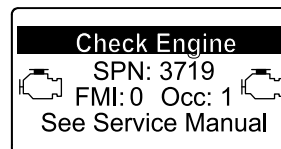

Bild 39
- Wenn eine Wiederherstellung-Regenerierung erforderlich ist, wird im InfoCenter die Motorwarnung SPN 3719, FMI 16 (Bild 39) angezeigt, und der Computer verringert die Motorleistung auf 85 %.